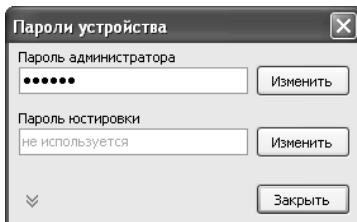

Рисунок 2
7.3 При первой попытке изменения настроек программа предложит ввести пароль администратора, нажать "Да". В появившемся окне ввести пароль (заводское значение – "123456") и нажать кнопку "Заккрыть" (рисунок 2).